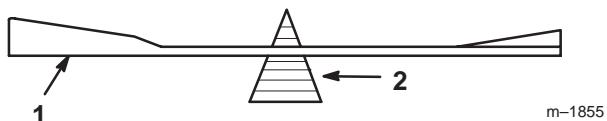

Figure 29
2. Vérifiez l'équilibre de la lame en la plaçant sur un équilibrEUR (Fig. 29). Si la lame reste horizontale, elle est équilibrée et peut être utilisée. Si la lame est déséquilibrée, limez un peu l'extrémité de la partie incurvée seulement (Fig. 27). Répétez la procédure jusqu'à ce que la lame soit équilibrée.